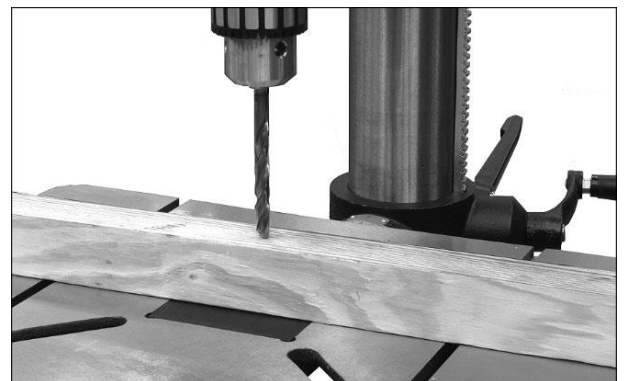

Рис. 8-5, метод №1.
1. Ослабьте фиксатор (H).
2. Используйте рукоятки подачи (D), чтобы опустить сверло, пока оно не коснется поверхности заготовки, как показано на рис. 8-5.